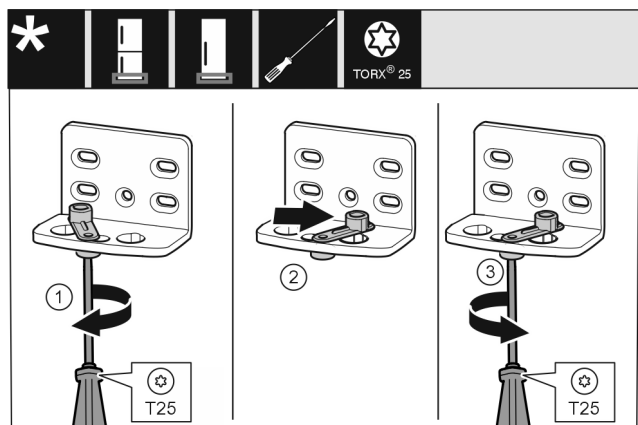

Fig. 13
- Avaa ruuvi Fig. 13 (1) ruuvimeisselillä.
- Nosta oven sulkemisapua Fig. 13 (2) ja käännä 90° oikealle reikään.
- Kierrä ruuvi Fig. 13 (3) kiinni ruuvimeisselillä.